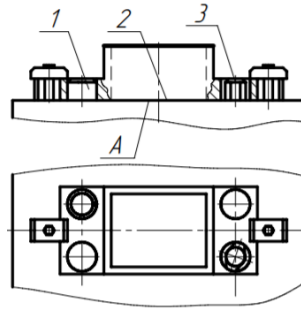

Рисунок 3.2
36. Потрібно: розглянути установчі елементи наявного пристосування (рис. 3.2) і встановити поверхні заготовки, що становлять технологічну базу при закріпленні заготовки в пристосуванні